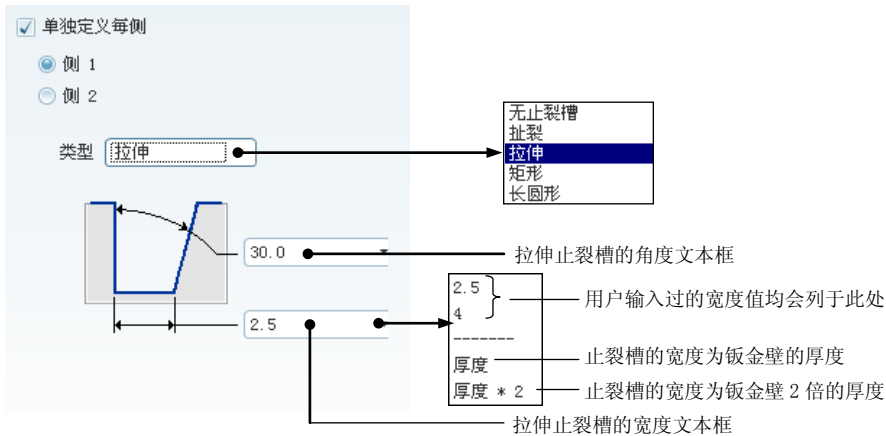

图 11.2.16 侧 1 止裂槽: 拉伸类型
(1) 在操控板中单击  按钮, 在弹出的界面中选中 单独定义每侧 复选框。
(2) 定义侧 1 止裂槽。选中 侧 1 单选项, 在 **类型** 下拉列表中选择“拉伸”选项, 输入角度值 30.0 和宽度值 2.5 (图 11.2.16)。
(3) 定义侧 2 止裂槽。选中 侧 2 单选项, 在 **类型** 下拉列表中选择“扯裂”选项。